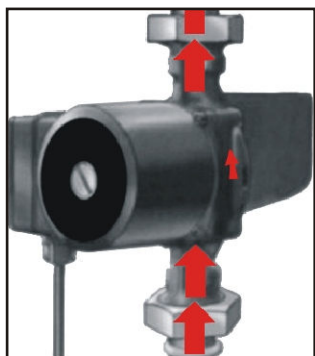

Рис. 3
**Внимание!** При подключении насоса к водопроводу проверьте правильность соединения и направление потока обозначенного стрелкой на корпусе насоса. (рис. 3).